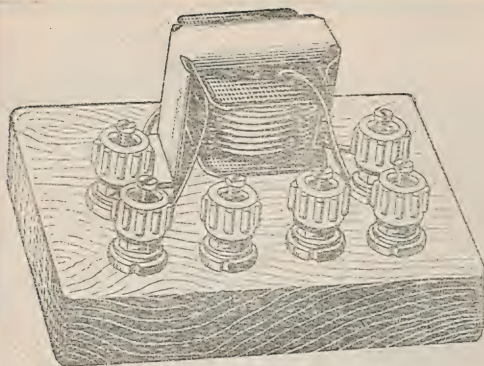

Рис. 13.
13. Токовый трансформатор (рис. 13). Железо Ш-10. Толщина пакета — 15 мм. Первичная обмотка имеет 300 витков провода ПЭ-0,14. Вторичная обмотка состоит из 3 секций (по 15 витков в каждой) провода ПЭ-0,9. Условное обозначение — Tr .